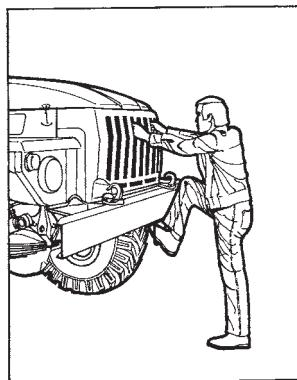

Рис. 4. Прием использования подножки и ребер облицовки радиатора при подъеме на буфер и спуска с него
7. Чтобы подняться на буфер автомобиля или спуститься с него, используйте подножку, центральное и крайнее левое (по ходу автомобиля) ребра облицовки радиатора, имеющие на внутренней стороне вкладыши (рис. 4).